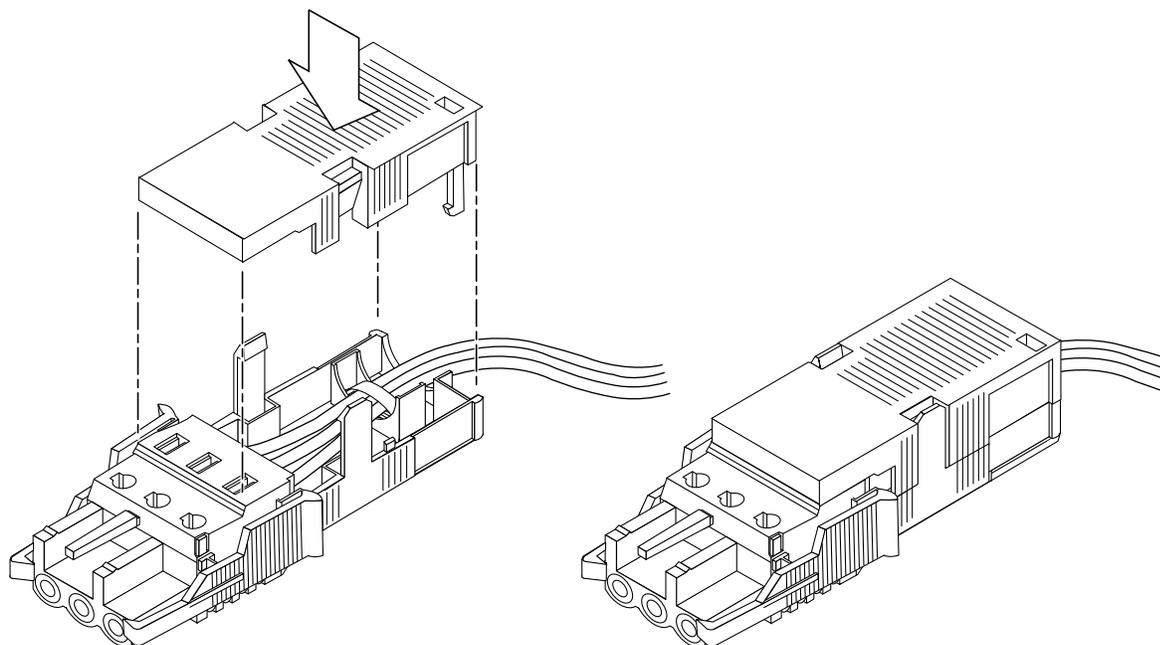

図 2-12 保護カバーの組み立て
5. 保護カバーの上部品を被せ、上部品の3つの爪を DC コネクタの穴に差し込み、保護カバーの上部品と下部品がしっかりと合はまるまで押し込みます (図 2-12 を参照)。